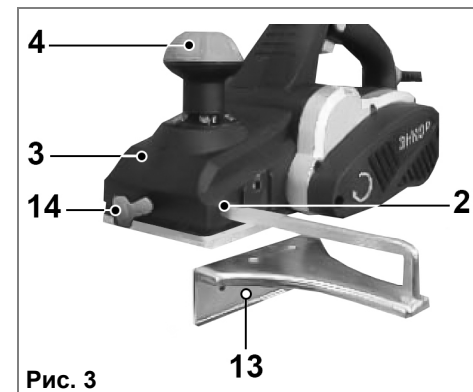

Рис. 3
7.2. Установка параллельного упора (Рис. 3).